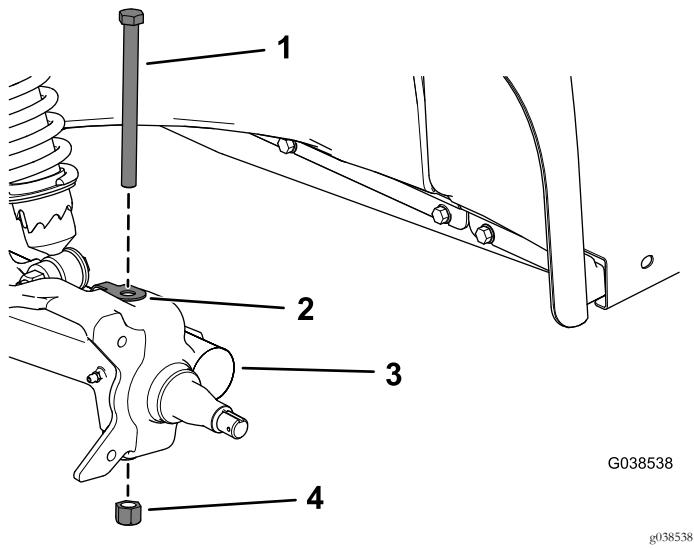

Figura 9
- Rimuovete il bullone a testa esagonale (1/2 x 6 poll.), la graffetta e il dado di bloccaggio (1/2 poll.) dal braccio di comando e rimuovete l'alberino (Figura 9).
- Montate il gruppo alberino sul braccio di comando utilizzando bullone a testa esagonale (1/2 x 6 poll.), graffetta e dado di bloccaggio (1/2 poll.) come illustrato nella Figura 9.